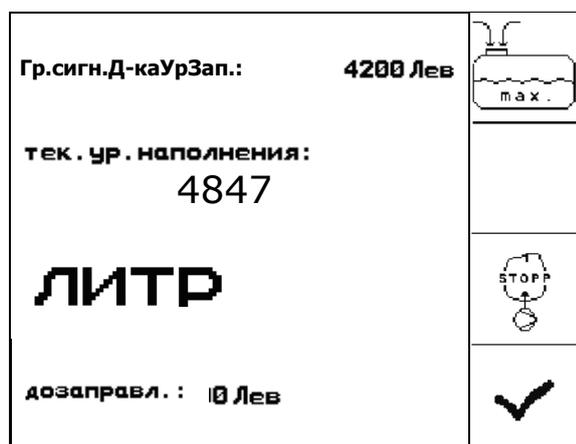

Рис. 88
1. Нажатием вызовите меню "Наполнение" (Рис. 88).